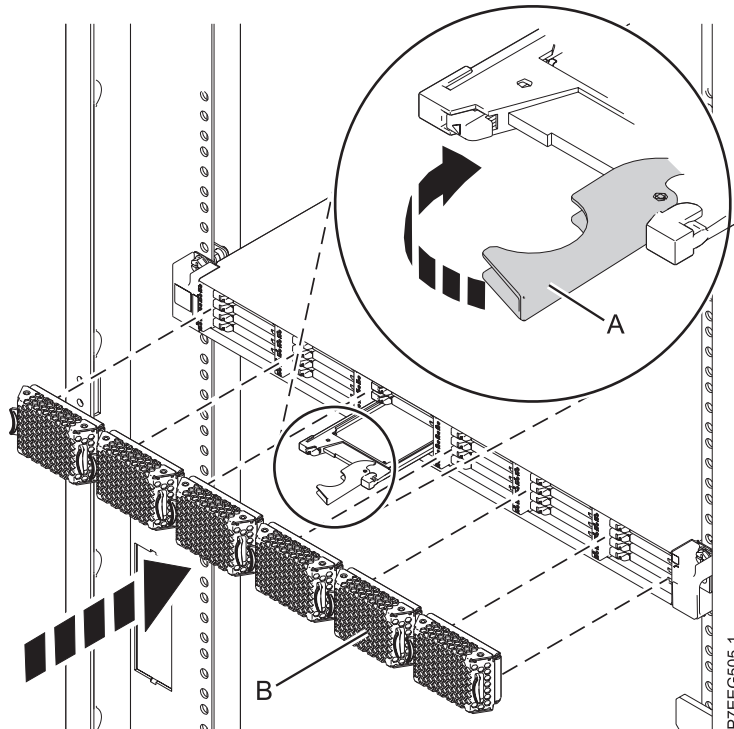

Figure 7. Installation d'une unité SSD dans le boîtier de stockage PCIe 58/88
1. Avec la poignée en position déverrouillée, alignez l'unité SSD avec les rails de guidage dans le boîtier. Pour plus d'informations, voir figure 7, à la page 15.
5. Tournez la poignée (A) pour la mettre en position verrouillée.
6. Installez le panneau (B).